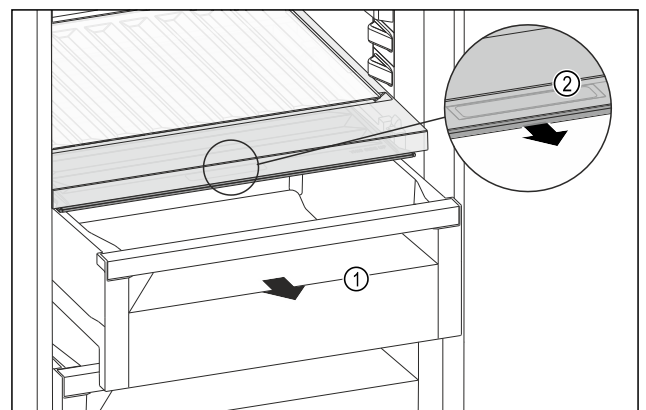

Fig. 197
- Estrarre il cassetto *Fig. 197 (1)*.
- Afferrare la maniglia incassata *Fig. 197 (2)* sul coperchio dello scomparto e tirare allo stesso tempo in avanti il coperchio dello scomparto.